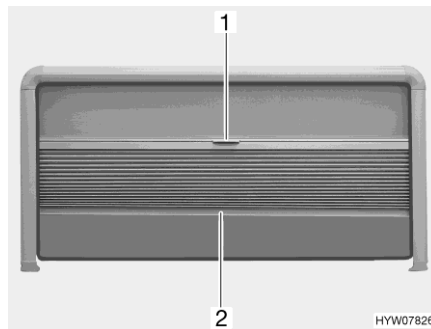

Fig. 67 Estor plegable y mosquitera enrollable (ventana abatible)
*Cerrar:* ■ Coger el estor plegable por el centro de la tablilla final (Fig. 67,2) y tirar con cuidado hacia abajo.
*Abrir:* ■ Sujetar la tablilla final (Fig. 67,2) del estor plegable por el centro y empujar el estor plegable cuidadosamente hacia arriba.
*Cerrar:* ■ Tirar hacia abajo la mosquitera enrollable (Fig. 67,1) mediante el tirador.
*Abrir:* ■ Empujar completamente hacia arriba la mosquitera enrollable (Fig. 67,1) mediante el tirador.